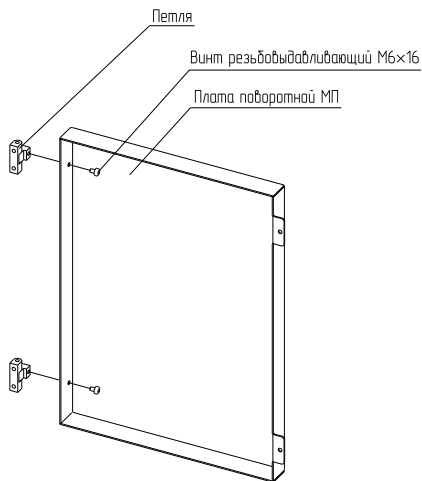

Рисунок 2
- 4.1.2 Закрепить петли на плате поворотной МП. Для крепления использовать винты М6×16 (рисунок 2). Момент затяжки – 7 Н·м.